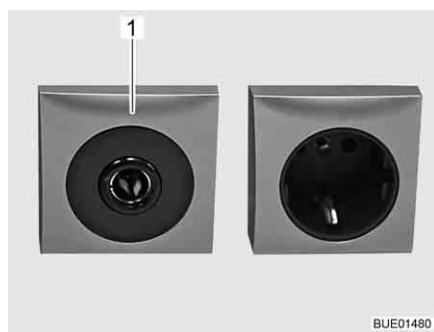

Fig. 98 Presa a 12 V/10 A
- ▷ Alle prese (Fig. 98,1) della rete di bordo a 12 V, connettere solo apparecchi funzionanti al massimo a 10 A.